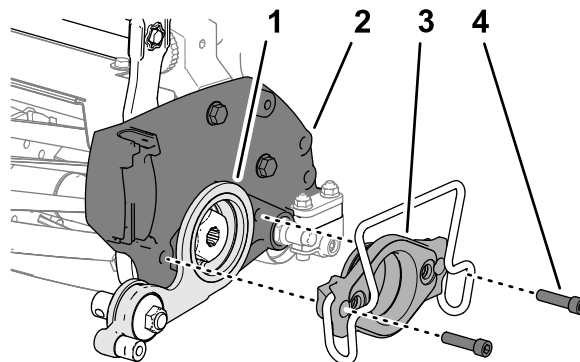

Figure 19
1. Alignez la poulie sur l'unité de coupe, comme illustré Figure 19.
2. Alignez la plaque de la poulie de tension sur la plaque latérale, comme illustré Figure 19.
3. Insérez le support du moteur dans la plaque de la poulie de tension et dans la plaque latérale de l'unité de coupe (Figure 19).
- Fixez le support sur la plaque (Figure 19) à l'aide des 2 vis à embase (5/16" x 1¼") retirées à l'opération Dépose du support du moteur (page 4).